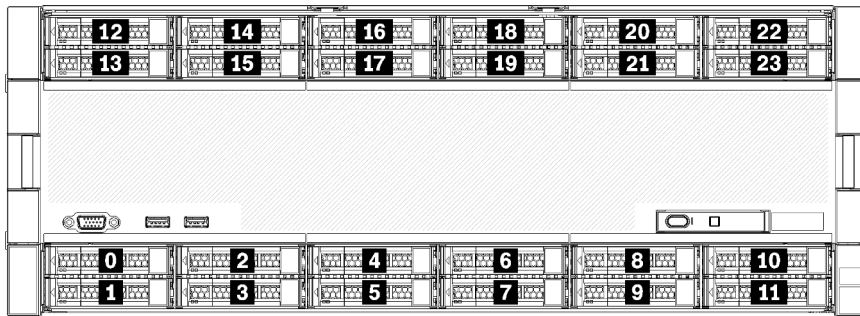

Figura 9. Posizioni dei vani delle unità
- Le due unità superiori supportano unità di interfaccia SAS, SATA o NVMe (Lenovo AnyBay). Il server può supportare fino a 12 unità NVMe, a seconda della configurazione del server. I vani delle unità compatibili con NVMe sono quelli con numeri pari, come mostrato in Figura 9 "Posizioni dei vani delle unità" a pagina 21.